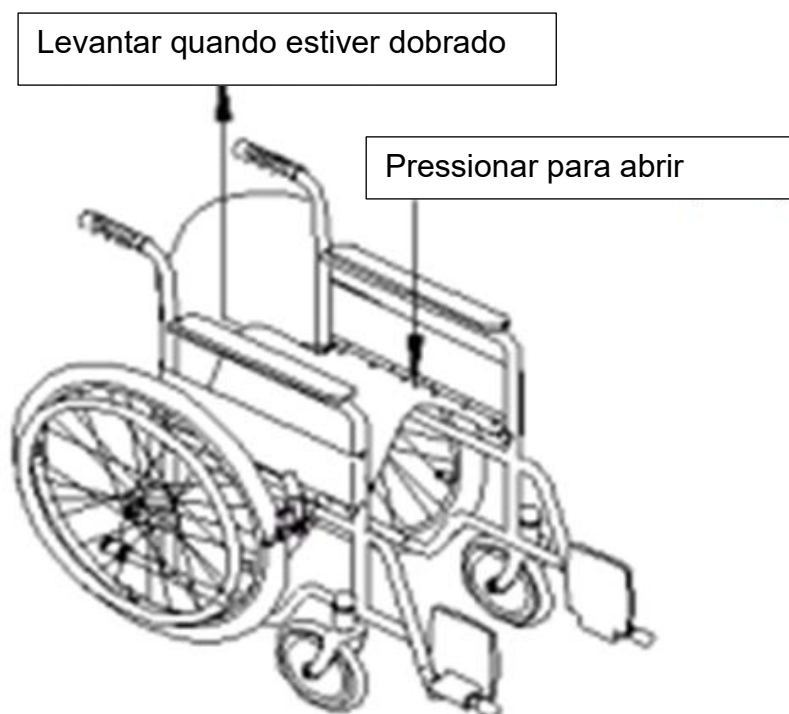

Figura 2
- Ao abrir a cadeira de transferência, pode pressionar os dois lados ou apenas um lado do assento, o que permite abri-la facilmente; ao dobrar a cadeira de transferência, levante primeiro o apoio para os pés, depois segure o assento e levante-o, o que permite dobrá-la. (Ver figura 2)